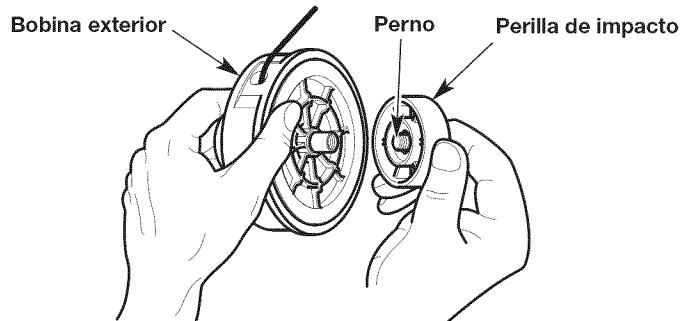

Fig. 18
- Sostenga la bobina exterior con una mano y desenrosque la perilla de impacto en sentido contrario a las agujas del reloj (Fig. 18).